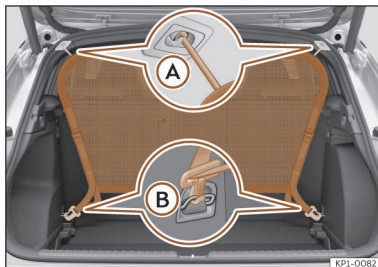

Fig. 188 Rede de separação montada.
• Engate a rede de separação do alojamento esquerdo do teto >>> **Fig. 188 (A)**. Certifique-se de puxar a haste transversal para baixo além da posição superior.
• Engate a rede de separação no alojamento direito do teto, comprimindo a vareta transversal >>> **Fig. 188 (A)**.
• Engate os dois ganchos da rede de separação nas argolas de fixação da bagageira >>> **Fig. 188 (B)** e tensione bem os cintos de fixação.